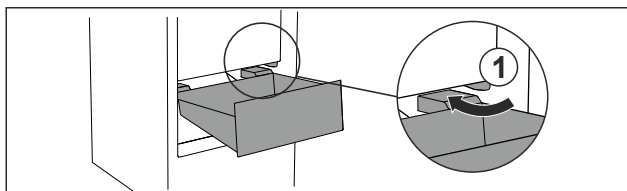

Fig. 85
- ▶ Schubfach schräg um die Stopper Fig. 85 (1) herumführen.